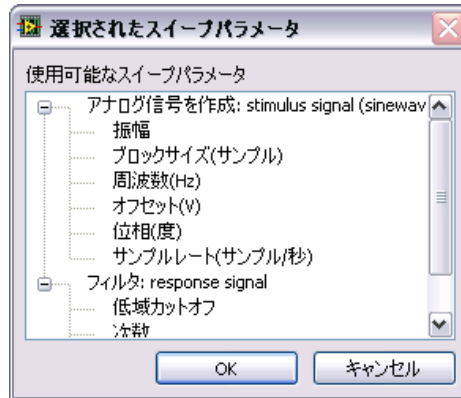

図 5-1 スイープパラメータ選択ダイアログボックス
5. **ステップ設定** タブで**追加** ボタンをクリックし、図 5-1 に示すようなプロジェクトの各ステップのスイープパラメータのリストを表示します。